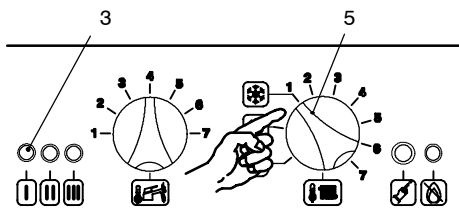

fig. 6.4
- 15 Dare alimentazione elettrica alla caldaia (interruttore bipolare); la lampada di segnalazione 3 in fig. 6.4 si accende circa ogni quattro secondi.
- 16 Ruotare il selettore di funzione 5 come in fig. 6.4